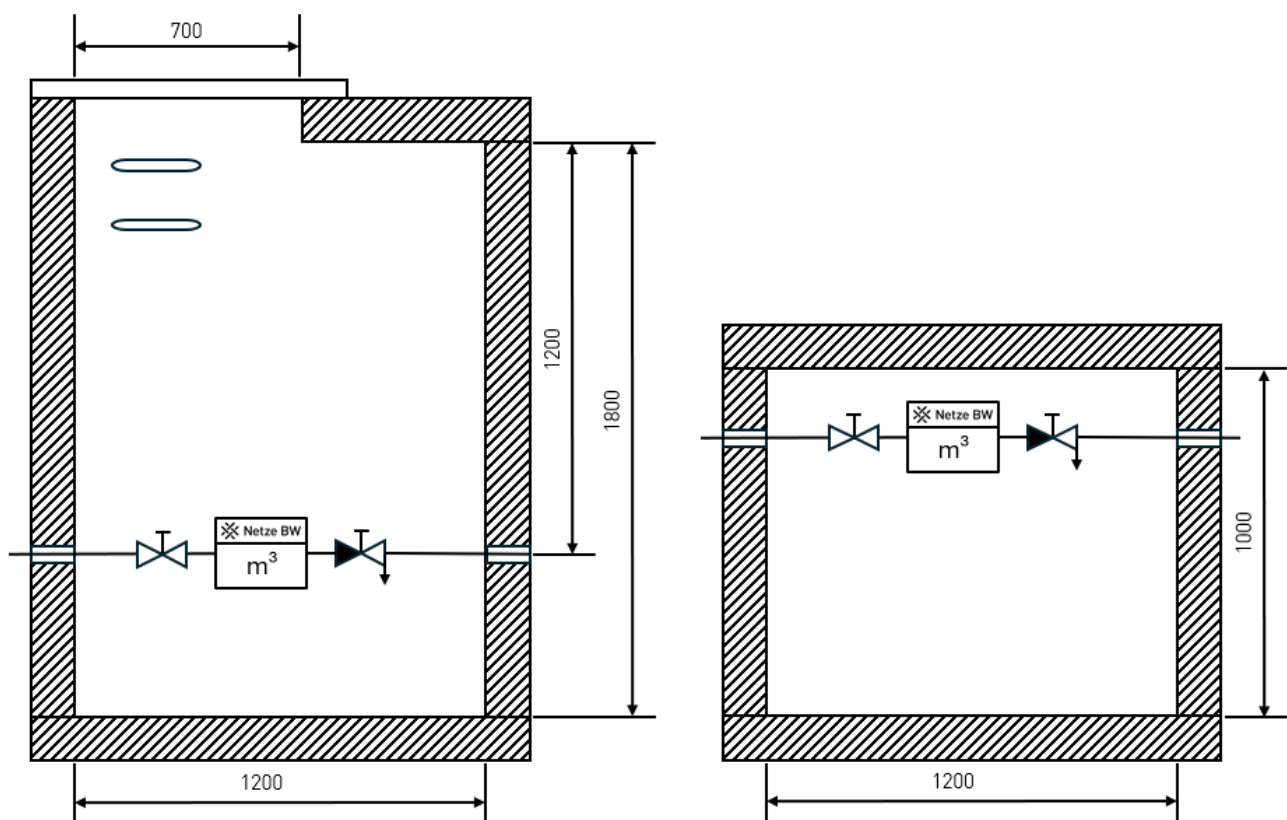
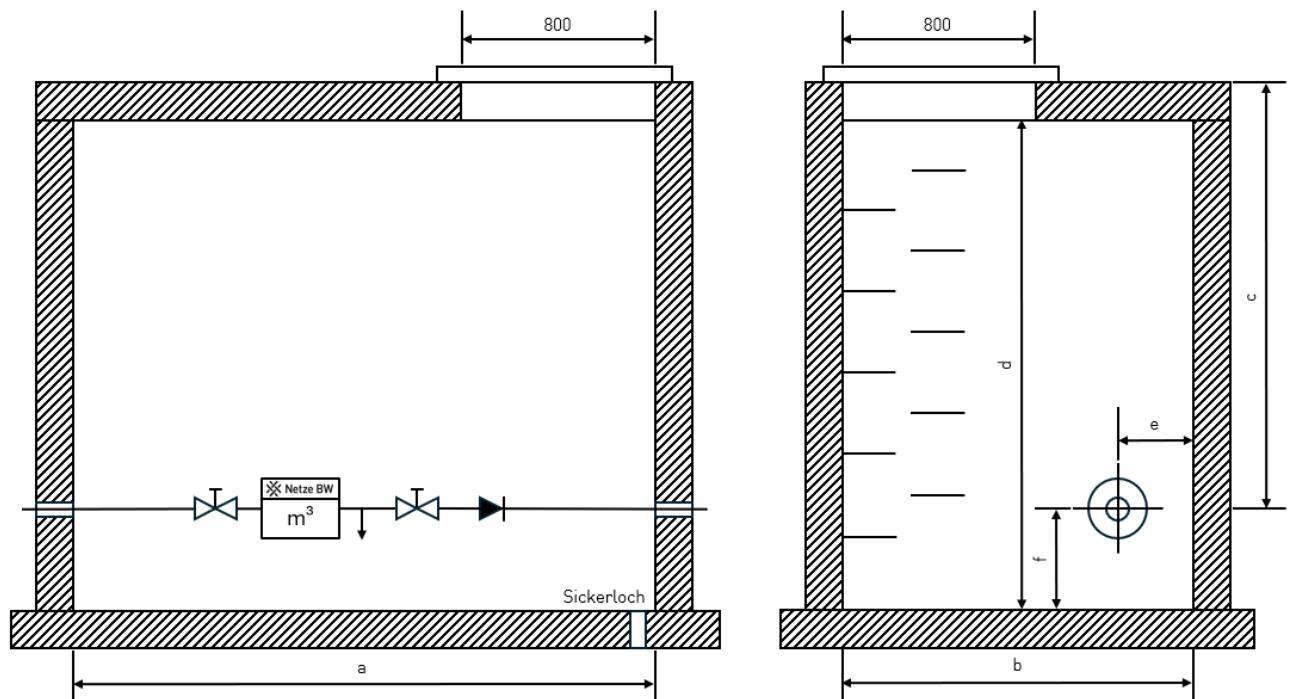

Abbildung 5: Schachtmaße in mm für Anschlussleitungen bis da 63
Abbildung 6: Schachtmaße in mm für Anschlussleitungen größer da 63
Bei der Einstiegsöffnung ist eine lichte Weite (LW) von 800 x 800 mm bzw. einen Minstdurchmesser von 800 mm einzuhalten (Abbildung 6). Bei Schächten für Anschlussleitungen $\leq$ da 63 ist eine Einstiegsöffnung von 700 x 700 mm zulässig (Abbildung 5). Die in der Maßtabelle (Tabelle 1) angegebenen Abmessungen stellen Mindestanforderungen für die Unterbringung der Anschlusseinrichtung und der Betriebseinrichtungen dar. Besondere Einrichtungen sind beim Platzbedarf gesondert zu berücksichtigen.